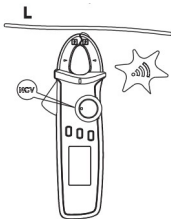

Figura 5
4. Medición de NCV, Campo Eléctrico Sin Contactos (Figura 5)